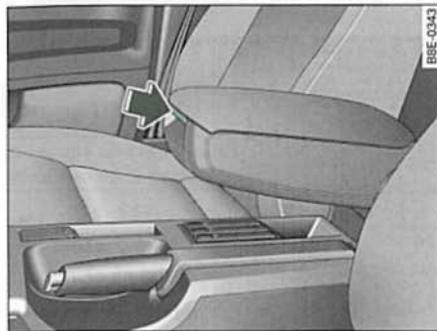

Fig. 110 Reposabrazos entre el asiento del conductor y el del acompañante
- Presione la palanca de desbloqueo ⇒ fig. 110.